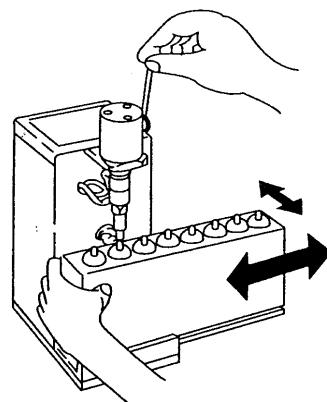

Fig. 2-6 Het verstellen van de stellage
- (i) Verplaats de stellage voor de buisjes in de richting van de pijlen zoals in Fig. 2-6 wordt aangegeven, om de positie van de hals van de tubes te verstellen (onder de verhitter).